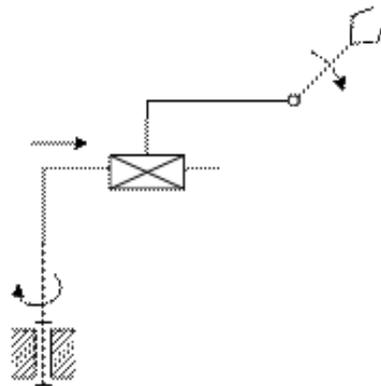

Рис. 2.1 Схема манипулятора
2. Задача. Определить подвижность, манёвренность и зону обслуживания манипулятора. При этом внести все необходимые обозначения кинематических пар и звеньев. Схема манипулятора представлена на рис. 2.1.